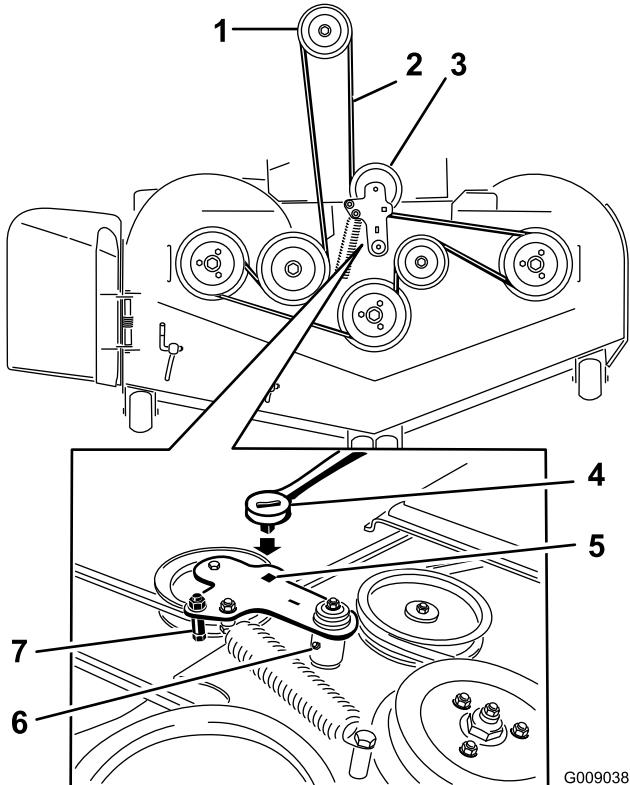

Figura 74
5. Inserite un cricchetto nel foro quadrato del braccio di rinvio per allentare la molla del tenditore (Figura 74).
7. Togliete il guidacinghia dal braccio di rinvio a molla mostrato in Figura 74.
9. Montate la nuova cinghia attorno alle pulegge del tosaerba e alla puleggia della frizione, sotto il motore (Figura 74).
10. Montate il guidacinghia sul braccio di rinvio mostrato in Figura 74.
11. Con il cricchetto nel foro quadrato, montate la molla del tenditore (Figura 74).